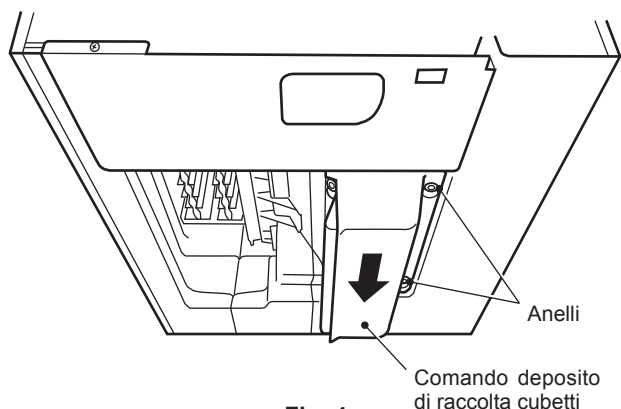

Fig. 4
- 8) Agganciare il controllo deposito di raccolta cubetti alla parete interna sul lato destro, tenendo sollevato il cavo del controllo deposito. Quindi spingere il controllo deposito sul fondo della macchina, facendolo scorrere verso la parte posteriore fino allo scatto. Assicurarsi che le asole sul lato destro del controllo deposito siano posizionate saldamente sugli anelli al fondo della macchina. Vedere Fig. 4.